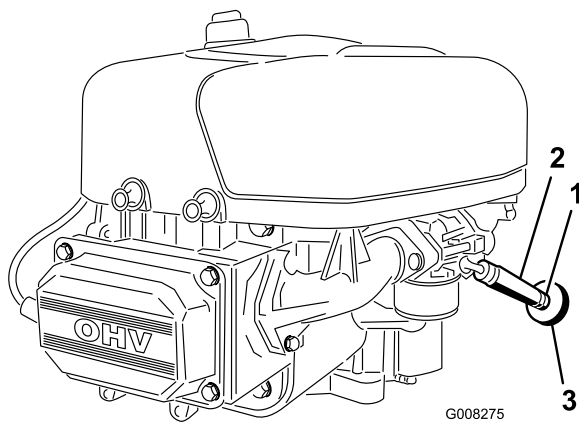

Bild 27
7. Lockern Sie die Schlauchklemme am Kraftstofffilter und schieben Sie sie an der Kraftstoffleitung weg vom Kraftstofffilter (Bild 27).
8. Ziehen Sie die Kraftstoffleitung vom Kraftstofffilter (Bild 27).
11. Schieben Sie die Schlauchklemme ganz an den Kraftstofffilter heran, um die Kraftstoffleitung zu befestigen (Bild 27).
Tauschen Sie den Kraftstofffilter am besten aus, wenn der Tank leer ist (Bild 27). Bauen Sie nie einen verschmutzten Filter wieder ein, wenn Sie diesen aus der Kraftstoffleitung entfernt haben.